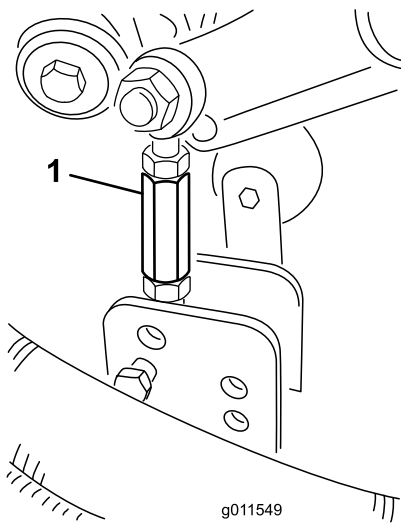

Figura 24
9. Retire los pasadores de horquilla y las chavetas que fijan los acoplamientos de los amortiguadores a los soportes de la carcasa de corte (Figura 24).